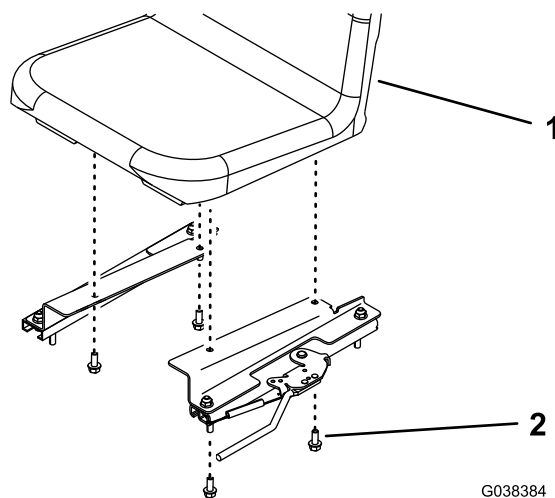

Figura 6
6. Instale el asiento en los soportes del asiento con 4 pernos (5/6" x 3/4"), tal y como se muestra en la Figura 6.